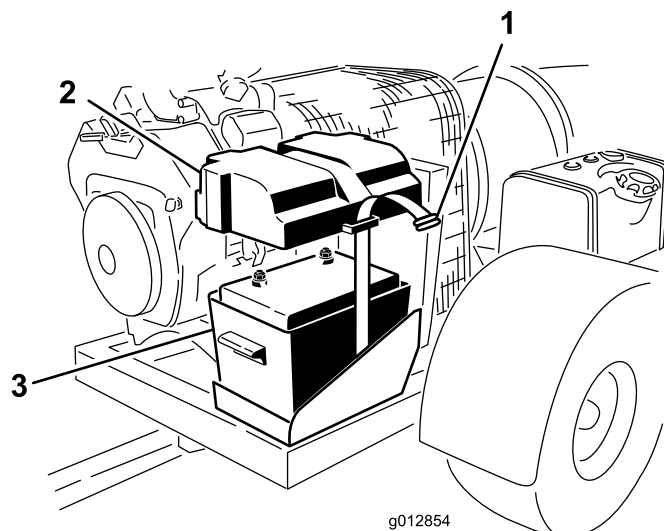

Figura 4
2. Retire la correa que sujeta la tapa de la batería a la caja de la batería (Figura 4).